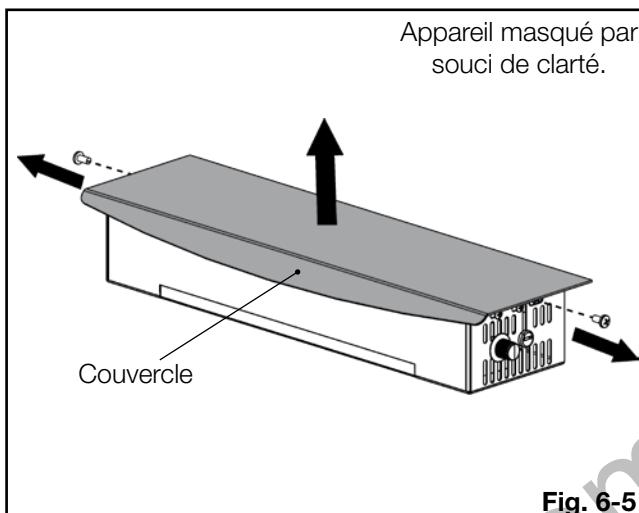

Fig. 6-5
- B. Retirez les 2 vis servant à fixer le couvercle au boîtier de la soufflerie (**Fig. 6-5**). Mettez de côté le couvercle et les vis.